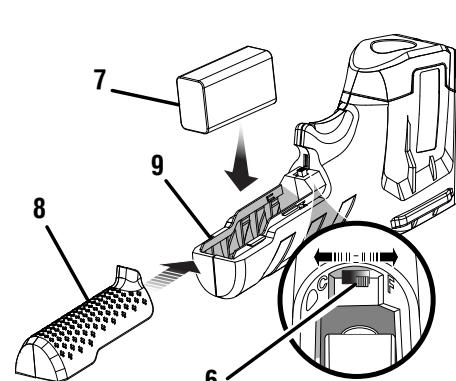

Fig. 2
See Figure 2.
- Slide the switch inside the handle to select Fahrenheit or Celsius temperature readings as shown in figure 2.
Voir la figure 2.
- Glisser le commutateur de la poignée à la position de lecture Fahrenheit ou Celsius tel qu'ilustré à la figure 2.